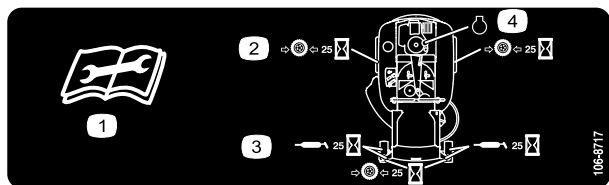

Bild 23
3. Reinigen Sie die Schmiernippel (Bild 22 und Bild 23) mit einem Lappen. Kratzen Sie bei Bedarf Farbe vorne von den Nippeln ab.
4. Setzen Sie die Fettpresse nacheinander an allen Nippeln an (Bild 22 und Bild 23). Fetten Sie die Nippel, bis das Fett beginnt, aus den Lagern auszutreten.